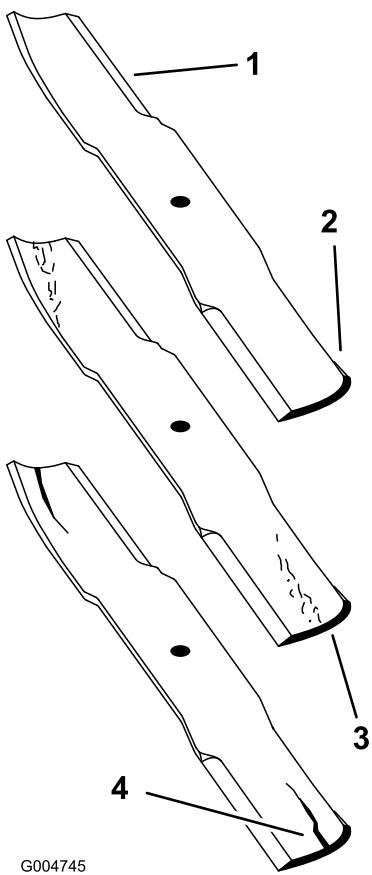

Figure 62
1. Examinez le tranchant des lames (Figure 62). Si les lames ne sont pas tranchantes ou si elles présentent des indentations, déposez-les et aiguisez-les. Voir Aiguisage des lames.
2. Inspectez les lames, surtout la partie relevée (Figure 62). Remplacez immédiatement toute lame usée ou qui présente une fissure ou une entaille (repère 3. de la Figure 62).